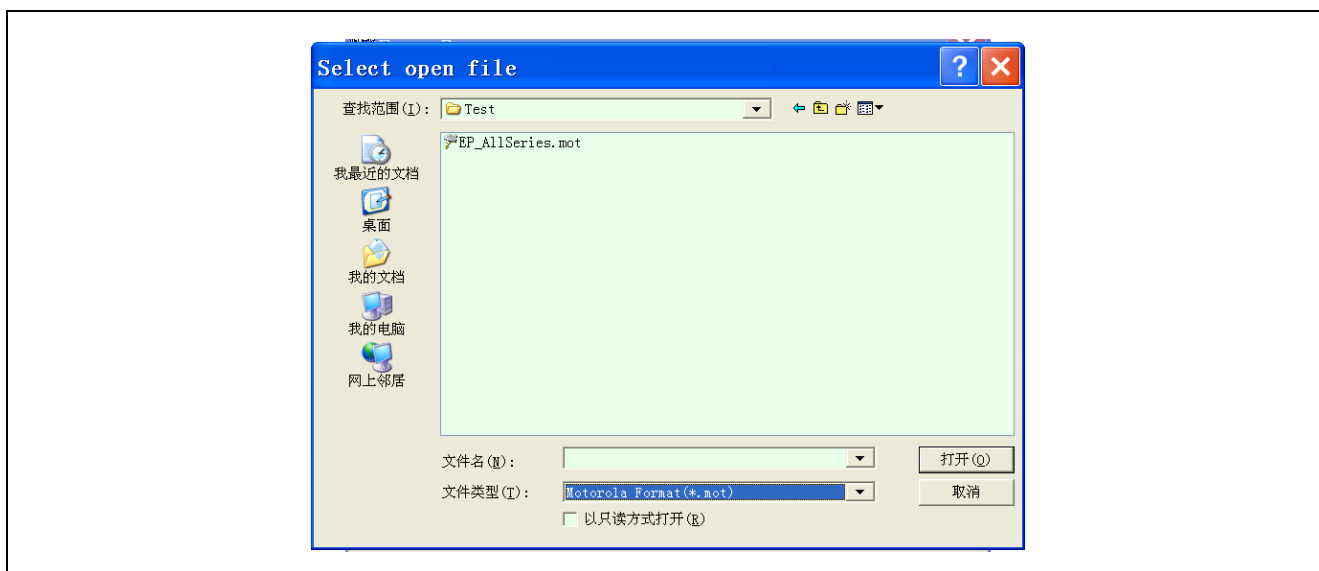

图 2.30 文件打开对话框
- 1) 单击“CRC”按钮，PC GUI 将弹出文件打开对话框。如图 2.30 所示。目前只接受 Motorola 格式 (*.mot 或 *.hex) 的文件。